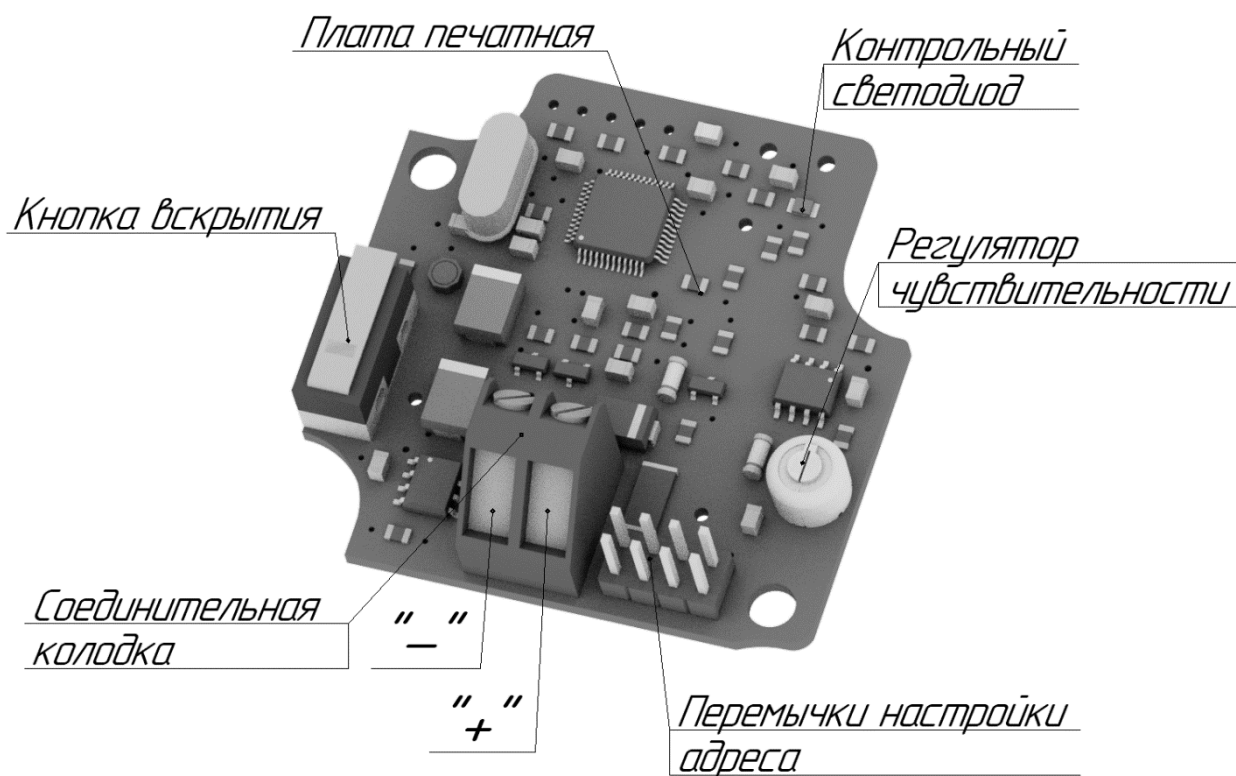

Рисунок 1.4 – Конструкция платы датчика
1.4.3.2 На печатной плате размещены (см. рисунок 1.4): пьезокерамический преобразователь, соединительная колодка, регулятор чувствительности, кнопка вскрытия, переключки настройки адреса, контрольный светодиод и другие элементы электрической схемы датчика.